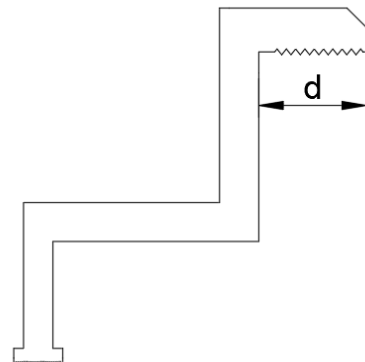

Abb. 8 Querschnitt-Diagramm der Randklemme
- ⑨ Um zu verhindern, dass sich die Module nach der Installation von der Befestigungsvorrichtung lösen können, sollten Sie Rand- und Mittelklemmen wählen und Kontakt zur A-Seite des Rahmens mit Nutenmustern herstellen. Es wird vorgeschlagen 9 Rillen mit einem Abstand zwischen 2 benachbarten Rillen von 1,2 mm und einer Tiefe von 0,6 mm, wie in Abbildung 8 dargestellt, zu haben.